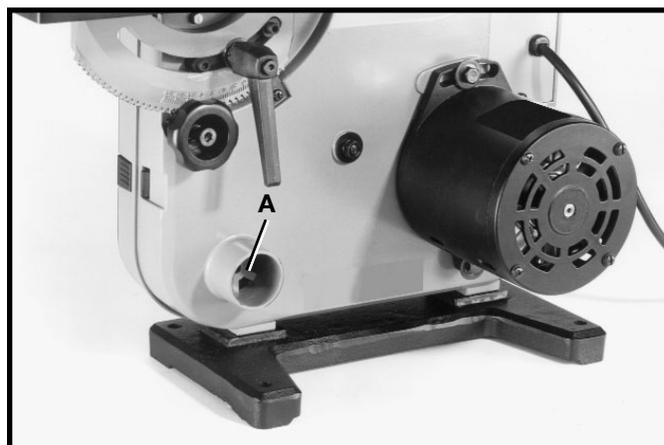

Fig. 37
Un système de capture de la poussière peut être connecté au niveau de la prise de 1-3/4 po de diamètre extérieur (A) fig. 37.